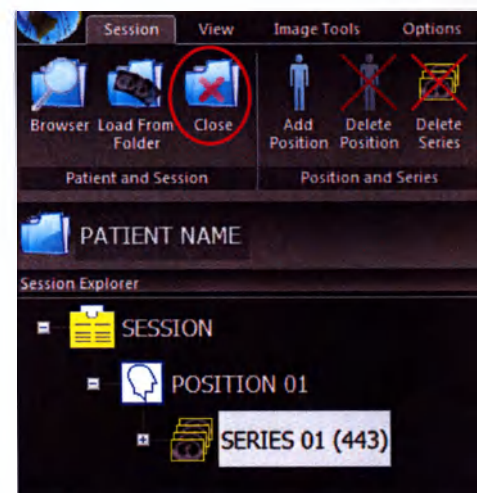

Figura 3.38: Chiusura della sessione corrente.
- chiusura della sessione del paziente corrente mediante il tasto *close* del frame principale di SIRIO (Figura 3.38).